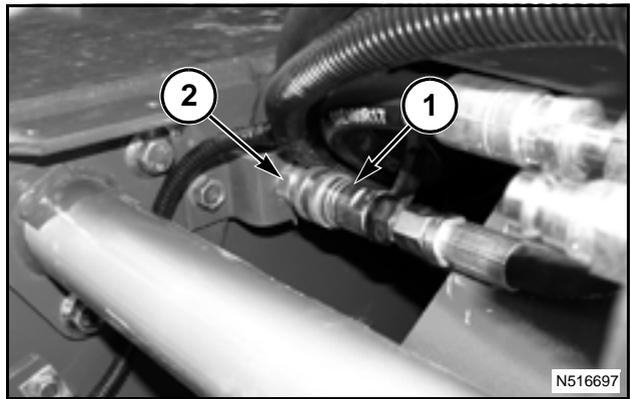

FIG. 82
FIG. 82: Cuando el control de velocidad variable del cabezal es utilizado, la manguera de elevación del molinete (1) debe ser movida de la conexión de altura de molinete para la conexión de velocidad variable del cabezal (2). Las conexión se ubican en el conector simple y en el embocador.